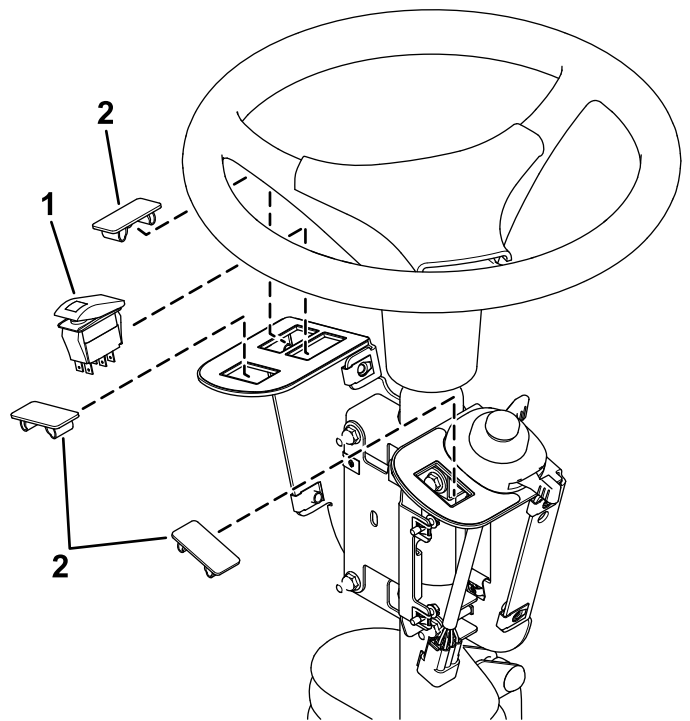

Figura 6
3. Instale el interruptor basculante y los tapones en el soporte de los interruptores (Figura 6).